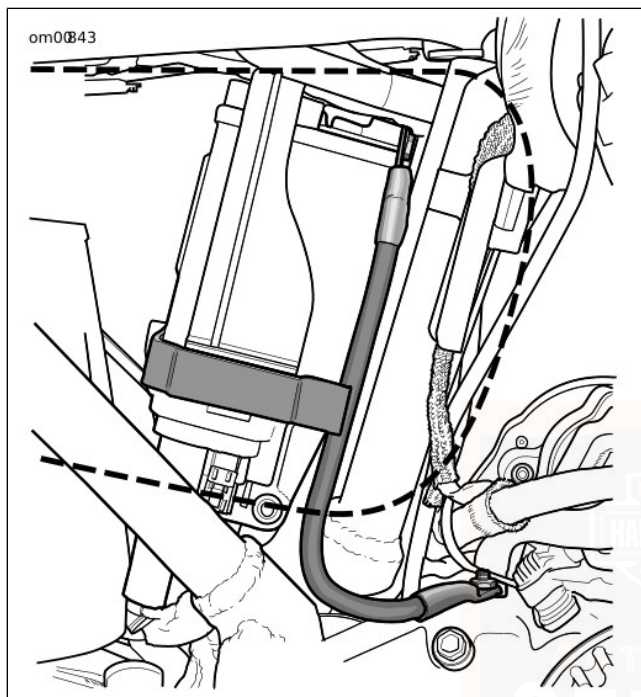

Figure 48. Câble négatif de batterie et goujon de carter moteur : modèles Sportster
1. Voir Figure 48. Dévisser l'écrou et retirer le câble négatif (noir) de la batterie du goujon du carter moteur derrière l'ensemble du moteur de démarreur.
3. Voir la Figure 48. Acheminer le câble négatif autour du tube descendant de cadre.